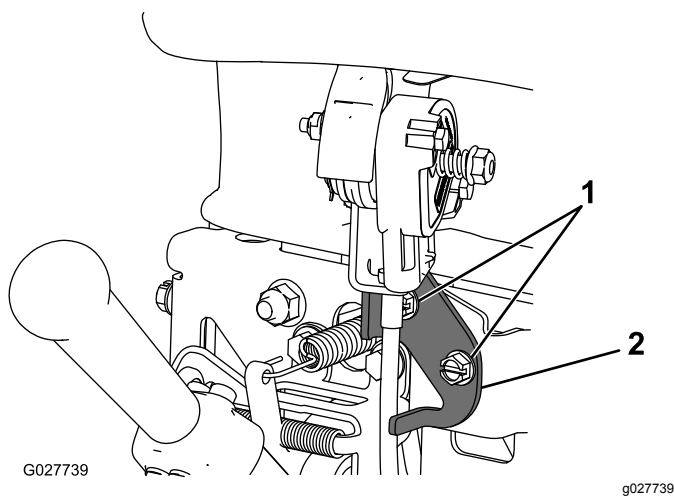

Figura 28
2. Afloje las 2 fijaciones que sujetan el control del acelerador (**Figura 28**).